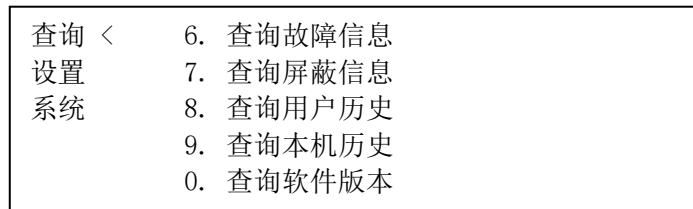

图5-19
- ① 按“功能”键进入选项菜单，按【↑】【↓】键进入查询菜单，按【←】【→】键进行翻页。（图5-19）。